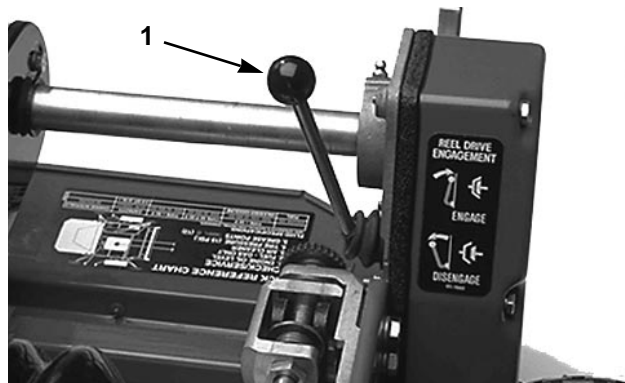

Bild 14
Spindelantriebshebel (Bild 14)—An der rechten vorderen Ecke der Maschine. Dieser Hebel hat zwei Stellungen: ENGAGE [Eingeschaltet] und DISENGAGE [Ausgeschaltet]. Zum Einkuppeln des Spindelantriebs ist der Hebel aufwärts zu ziehen und zum Auskuppeln nach unten zu drücken.
1. Sicherstellen, daß Fahr- (Bild 13) und Spindelantriebshebel (Bild 14) in der AUSGESCHALTET-Stellung sind.